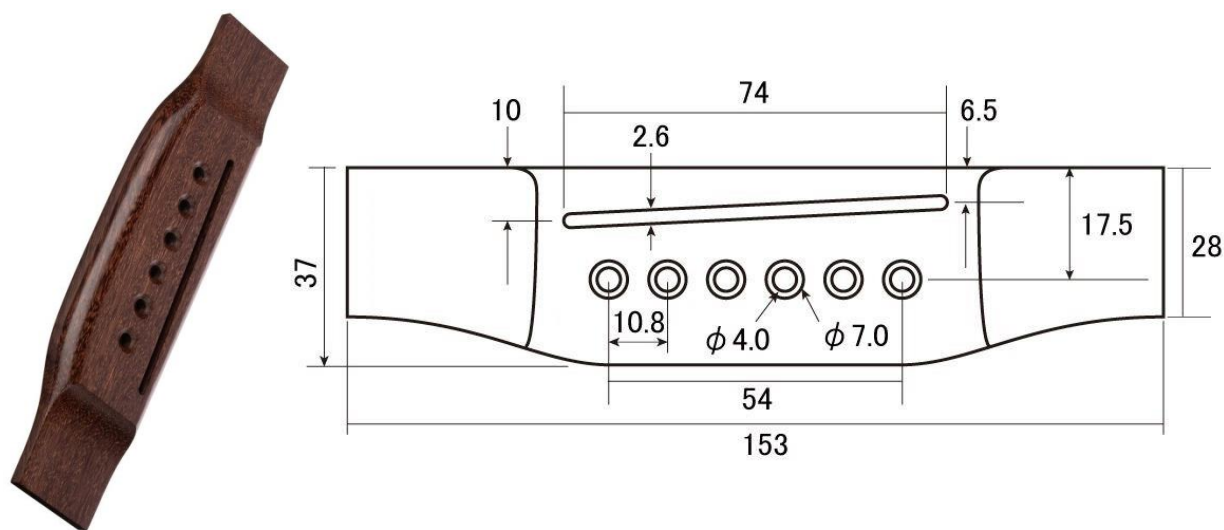

Рис. 1. Рисунок изделия
1. С помощью образца (рис. 1) *разработать чертёж* и изготовить бридж для акустической 6-струнной гитары. Чертёж оформлять в соответствии с ГОСТ ЕСКД.